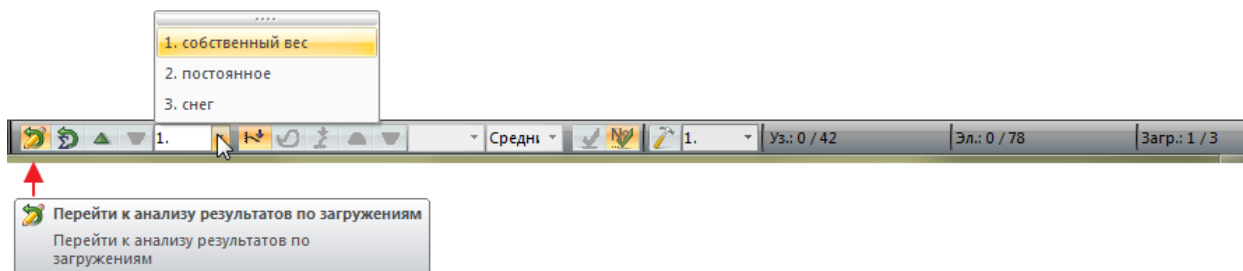

Рис.19.3. Строка состояния. Режим работы **Результаты по загрузениям**
- Номер соответствующего загрузения можно также задать с помощью стрелок расположенных слева от окошка **Сменить номер загрузения** (Рис. 19.3).